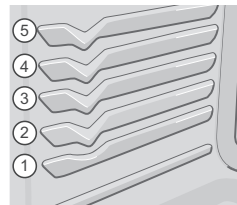

Figure 28 : Positions des grilles
- Pour obtenir de meilleurs résultats lorsque vous utilisez deux grilles pour la cuisson de gâteaux, placez ces dernières aux positions 2 et 4 (Figure 28).